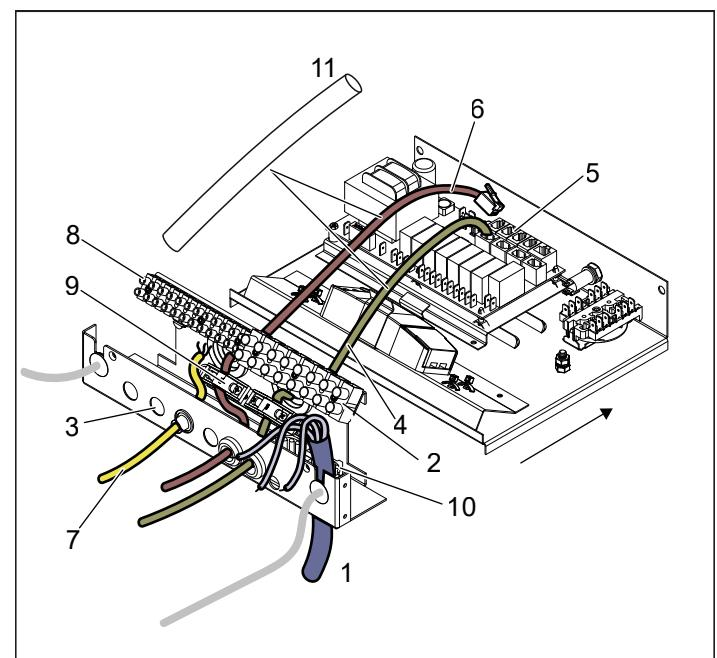
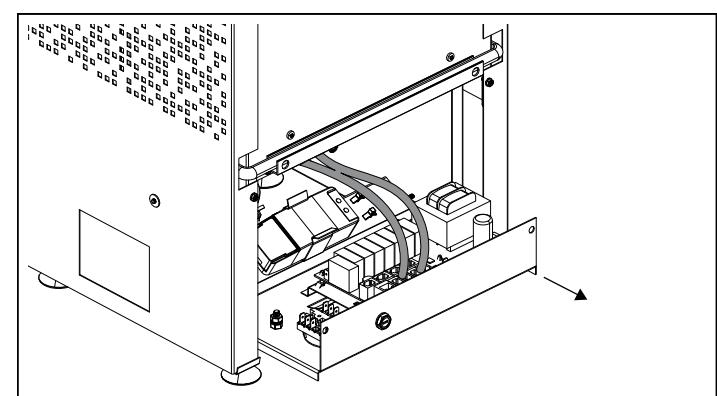
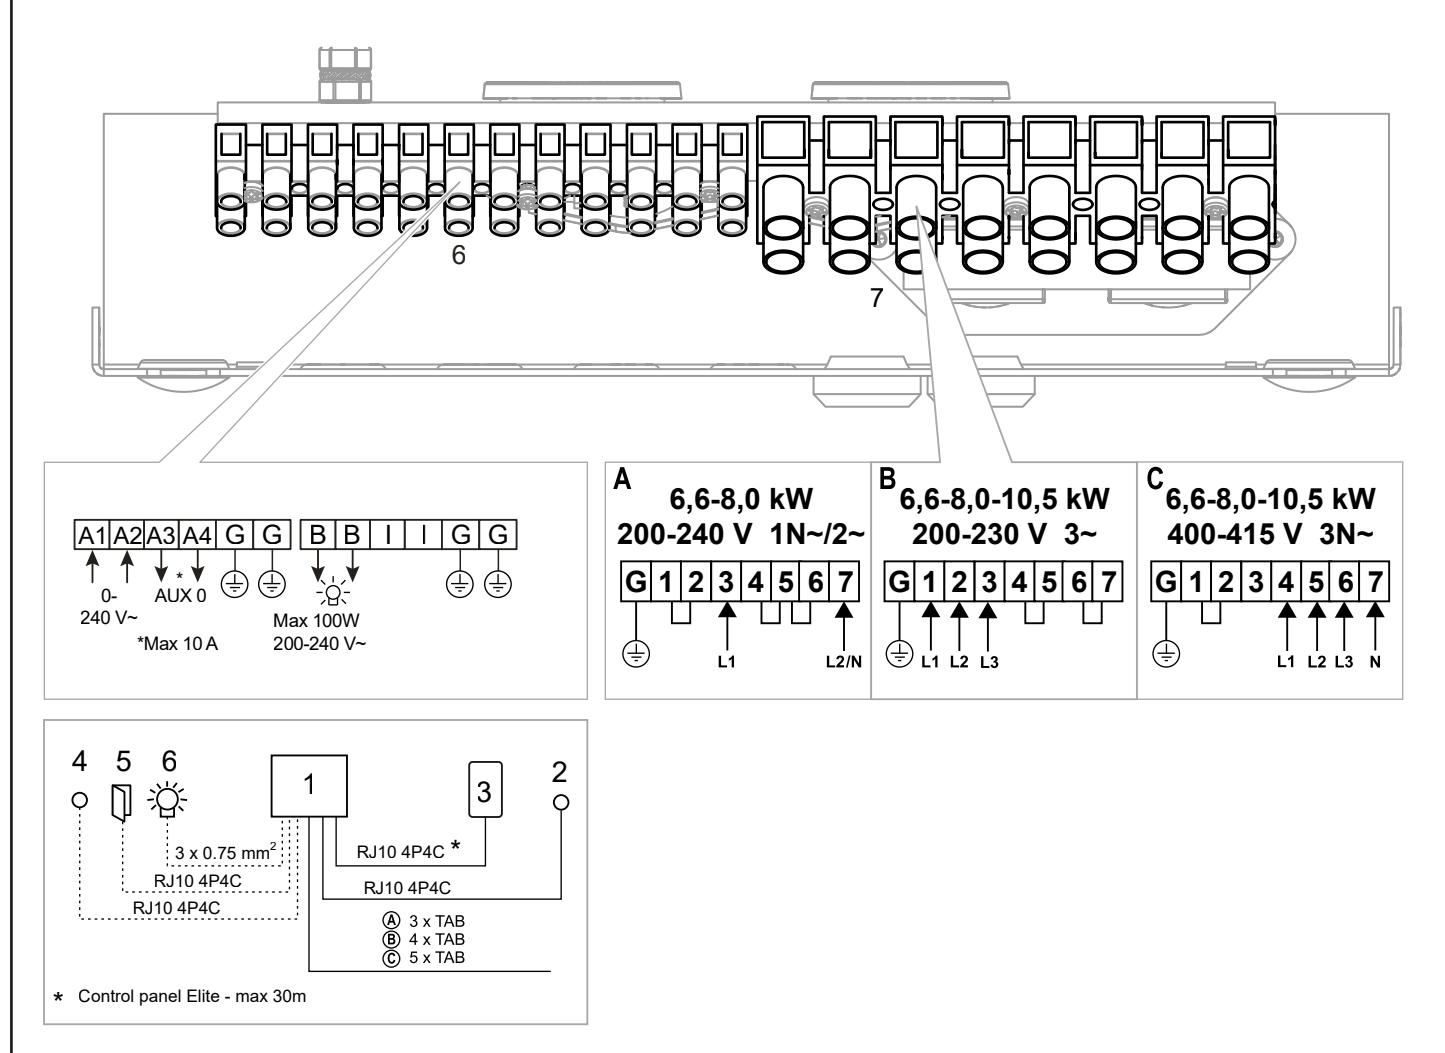
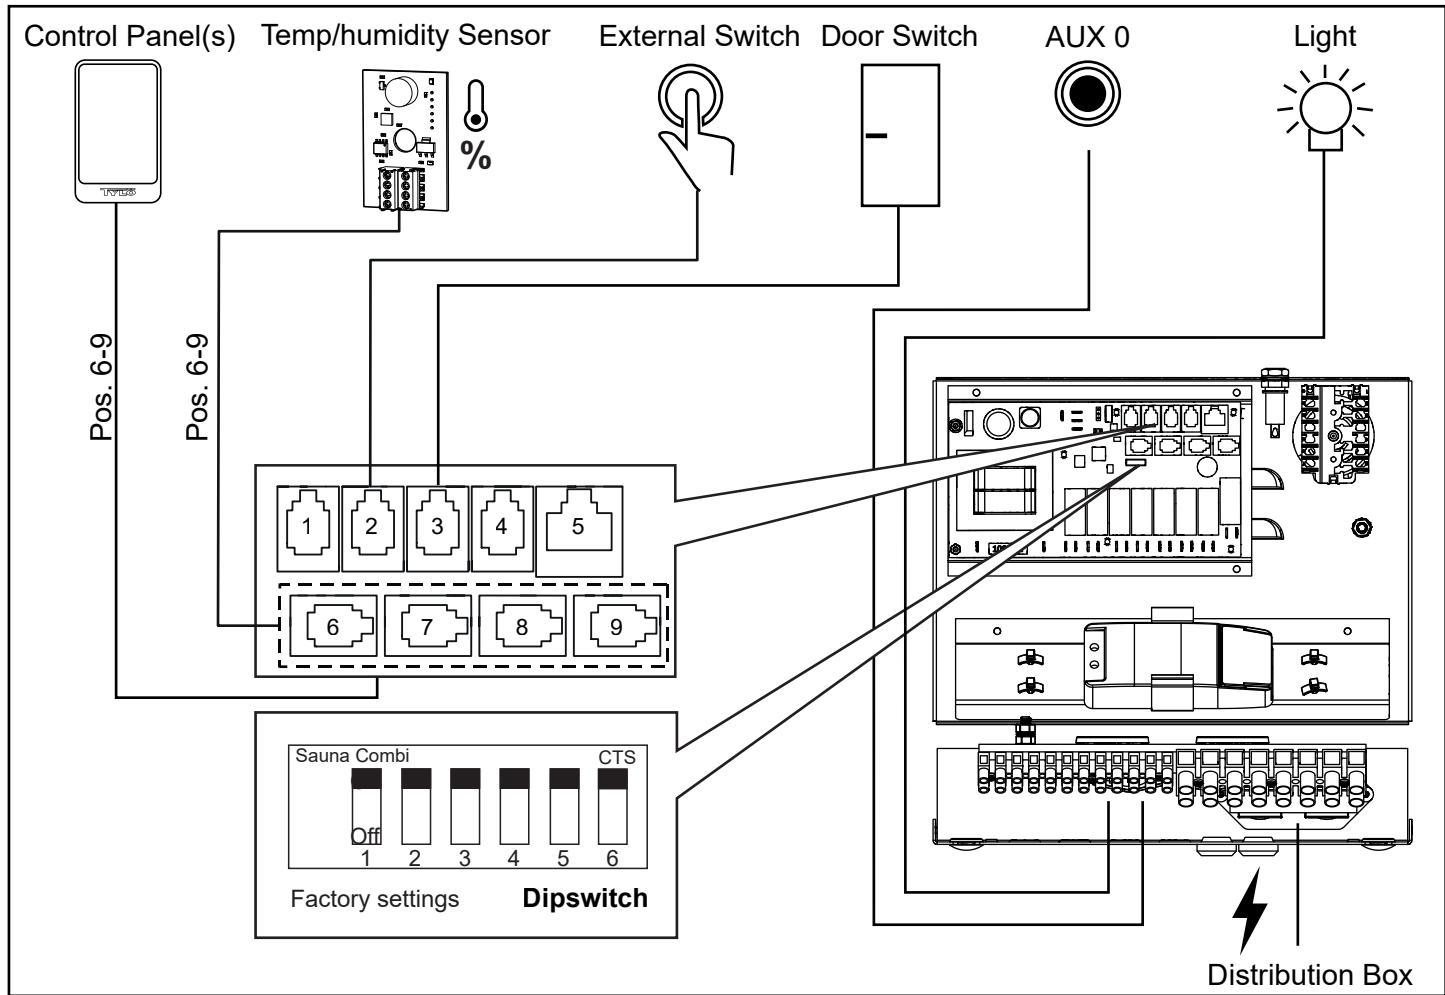

Fig 11: Eldosan
Fig 12: Dra ut lådan för lättare åtkomst
Fig 18: Kopplingsschema
Fig. 20. Schematisk installation Crown Combi Elite
5. Anslut elkabeln (se Fig 11) enligt kopplingsschema (se Fig 18).
6. Dra kablar för manöverpanel och temperatursensor genom kabelgenomföringarna se fig 11. Anslut manöververpanelens kabel i en av de fyra RS485-kontakerna (position 6-9, se Fig 20).
7. Anslut temp/fuktsensor kabeln i position 6-9, se fig 20. Dra ut lådan för att sträcka kablarna och spänn dragavlastningarna (se fig 12).
8. Anslut eventuell kabel till belysning / aux, se Fig 11, enligt kopplingsschema Fig 18.
Vid inkoppling till spänningar eller fas-tal, som inte anges i kopplingsschema Fig 18, kontakta Tylö kundservice.